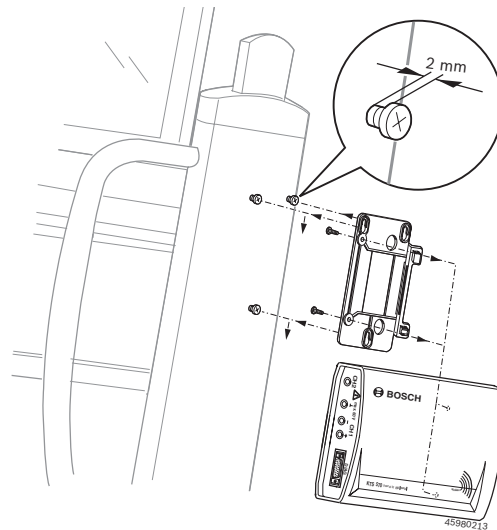

Abb. 4: Montage Befestigungshalter
1. Die im Lieferumfang beiliegenden drei Linsenschrauben am Bosch-Fahrwagen einschrauben (siehe Abb. 4).